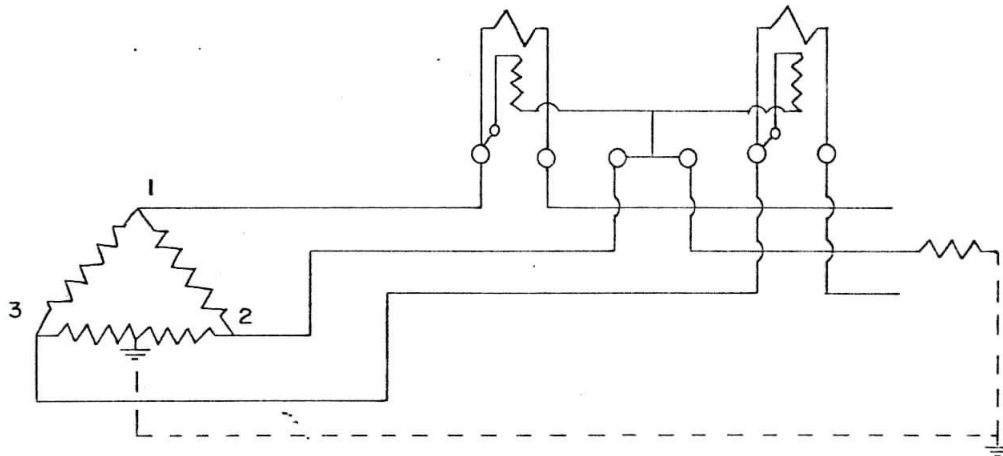

FIG. 9
4.- Otro tipo muy común de conexión errónea se muestra en la Fig. 9